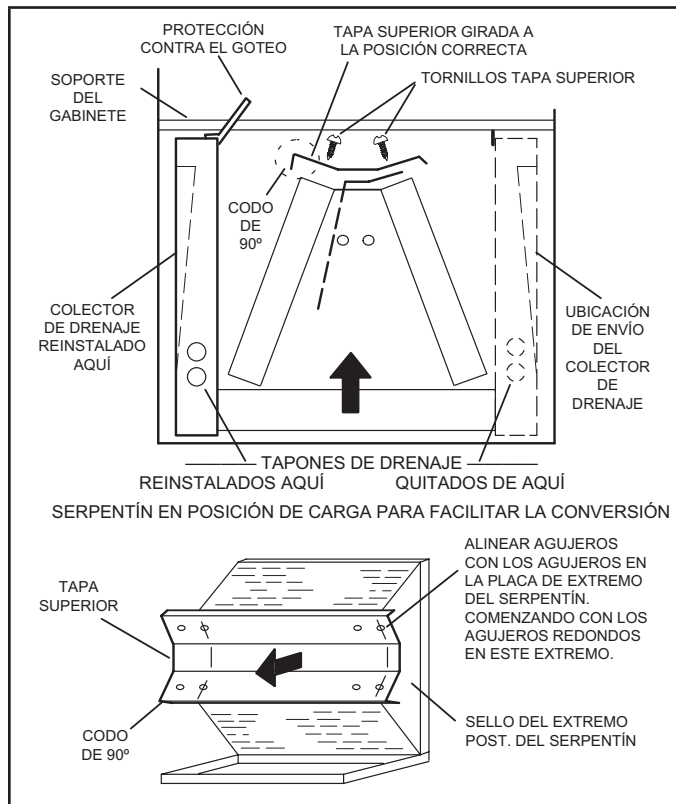
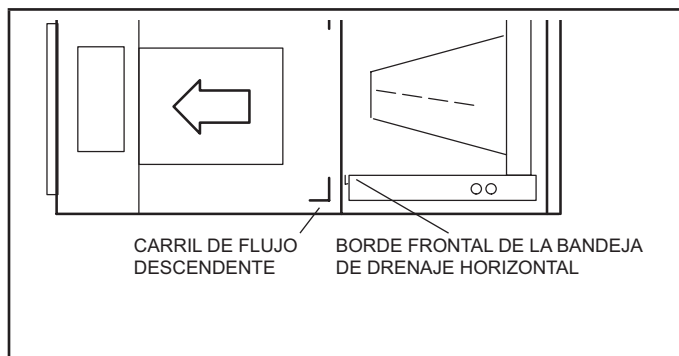

Figura 6. Modificación en el sitio para la descarga a la izquierda
Figura 7. Configuración de descarga a la izquierda
- 5 - Quite los tornillos de la tapa superior. Quite el tornillo del protector contra goteo horizontal en el centro del sello del extremo posterior del serpentín como se ilustra en la Figura 6.
- 8 - Gire la tapa superior 180° de adelante hacia atrás y alinéela con los orificios para tornillos sin usar. Los orificios se deben alinear con las placas del extremo trasero del serpentín. La tapa superior tiene un codo de 45° en un lado y un codo de 90° en el otro. **El codo de 90° debe estar en el mismo lado que el colector de drenaje horizontal** como se muestra en la Figura 6.
- 9 - Desde la posición de flujo ascendente, mueva el gabinete 90° a la izquierda y colóquelo en posición. Reemplace el soplador. Sujete el serpentín en posición doblando hacia abajo la pestaña en el riel de soporte del gabinete como se muestra en la Figura 6 y la Figura 7.
- 10 - Instale el protector contra el goteo horizontal (modelo -060) en el borde delantero del colector de drenaje horizontal como se ilustra en la Figura 6.